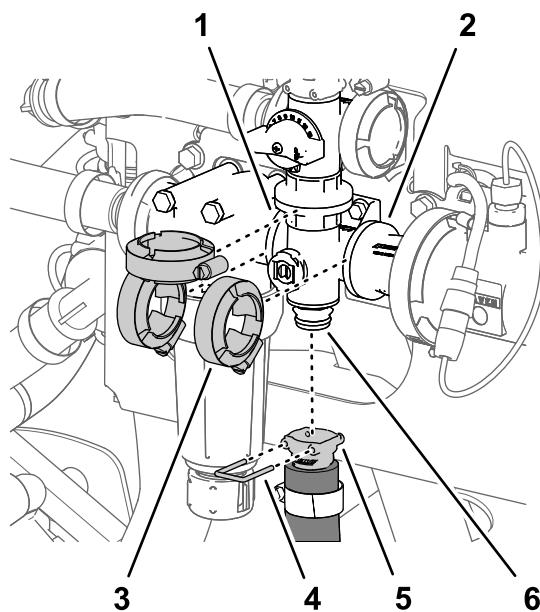

図 106
1. 攪拌ホース用のクイックコネクカップラを攪拌バルブ用のマニホールドに固定しているクイックコネクトピンを外す 図 106。
2. 攪拌バルブマニホールドを圧力フィルタヘッドとカップリングアダプタの各フランジに固定しているフランジクランプ3個を外す 図 106。